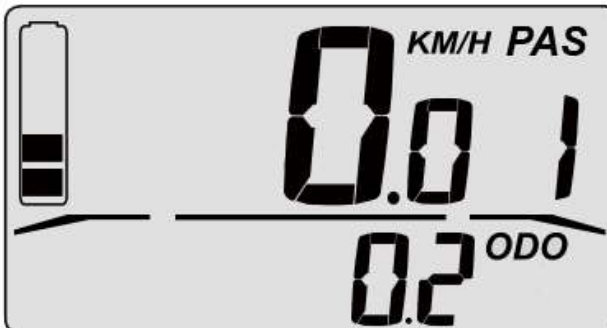

Figura 3-3
**Display durante l'uso(senza luci) (figura 3-3)**